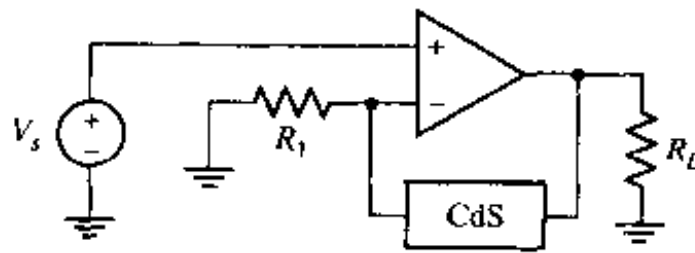

图 6.37
19. 硫化镉 (Cadmium sulfide, CdS) 通常用来制作一种电阻, 它的阻值取决于它表面的光照强度。图 6.37 中, 采用 CdS 光电池作为反馈电阻 R_f 。在完全黑暗时, 其阻值为 $100 \text{ k}\Omega$, 在光强为 6 坎德拉时阻值为 $10 \text{ k}\Omega$ 。 R_L 代表一个电路, 当其两端电压降至 1.5 V 或者更小时, 该电路被触发。选取 R_1 和 V_s 的值, 使得 R_L 所代表的电路可由 2 坎德拉或更强的光所触发。